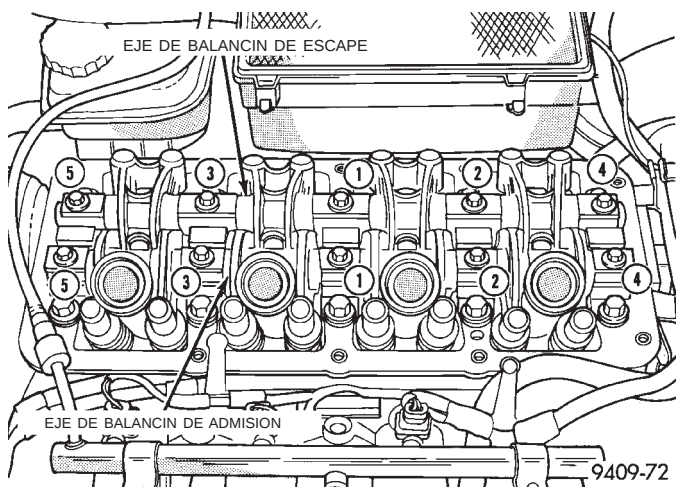

Fig. 43 Secuencia de ajuste del balancín
(3) Instale los conjuntos de eje de balancín siguiendo el orden correcto según se retiraron. Apriete los pernos del eje de balancín en la secuencia que se muestra en la (Fig. 43) con una torsión de 28 N·m (250 lbs. pulg.).
(4) Instale la tapa de la correa de distribución interna y la rueda dentada del árbol de levas.
(5) Instale la correa de distribución.
(6) Instale el múltiple de admisión. Consulte los procedimientos en esta sección.
(7) Conecte los conectores eléctricos al sensor de leva y a los inyectores de combustible.
(8) Instale la tapa de la culata de cilindros y apriete los dispositivos de fijación con una torsión de 12 N·m (105 lbs. pulg.).
(9) Instale el depósito de la dirección asistida.
(10) Instale el conjunto de bobinas de encendido y apriete los dispositivos de fijación con una torsión de 23 N·m (200 lbs. pulg.). Conecte el conector de cableado del conjunto de bobinas.
(11) Conecte la manguera de vacío del multiplicador del servofreno al múltiple.
(12) Conecte las articulaciones de la mariposa al cuerpo de mariposa.
(13) Conecte todos los tubos de vacío y los conectores eléctricos del cableado.